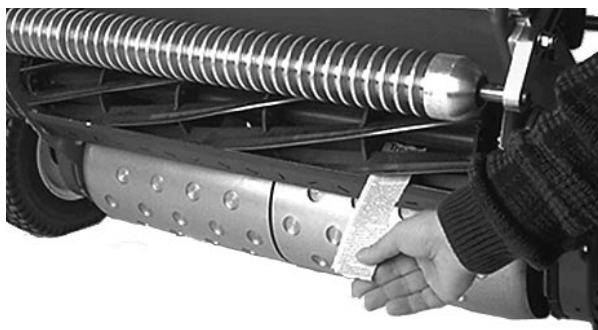

Fig. 5
3. Em cada uma das extremidades do tambor, introduza um pedaço longo de papel de jornal entre o tambor e a plataforma (Fig. 5). Enquanto roda lentamente o tambor para a frente, aperte o parafuso de ajuste da plataforma (na mesma extremidade do tambor), uma posição de cada vez, até que o papel seja ligeiramente cortado, quando introduzido a partir da zona dianteira, paralelamente à plataforma, rasgando-se ligeiramente quando puxado (Fig. 4).
5. Depois da regulação, verificar para ver se o carretel pode apanhar o papel quando este é colocado pela parte da frente e corta o papel quando este é colocado em ângulo recto em relação à faca da base (Fig. 5). Deve ser possível cortar o papel com o mínimo contacto entre a faca da base e as lâminas do carretel. Se houver retenção excessiva do carretel, será necessário ou retirar material ou voltar a rectificar a unidade de corte para alcançar os gumes aguçados necessários para corte rigoroso (consultar o manual da Toro sobre a técnica de afiar os carretéis).